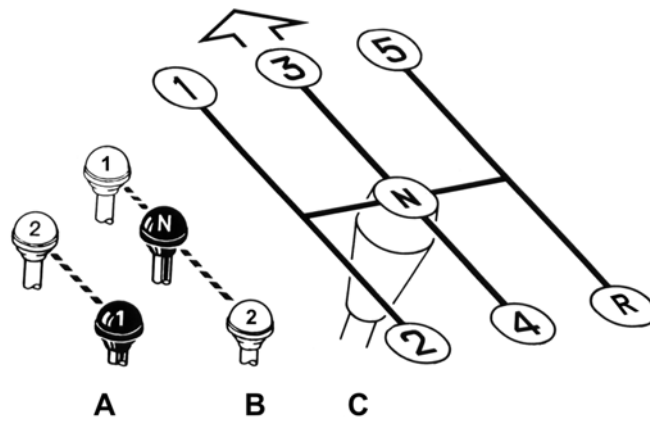

Рис. 5.18. Схема положения рычагов:
**22 – рычаг переключения передач раздаточной коробки. Схема переключения см. рис. 5.18.**
**24 – рычаг включения блокировки межосевого дифференциала раздаточной коробки (для автомобилей с колесной формулой 4x4 и постоянным полным приводом). Схема включения см. рис. 5.18.**
– **рычаг включения переднего моста (для автомобилей с колесной формулой 4x4 и подключаемым полным приводом). Схема включения см. рис. 5.18.**
**25 – рычаг коробки передач.** В коробке передач имеется предохранитель от случайного включения задней передачи при выключении 5-й передачи. Заднюю передачу включать после остановки автомобиля. При включении задней передачи в задних фонарях загорается свет заднего хода. Схема включения см. рис. 5.18.